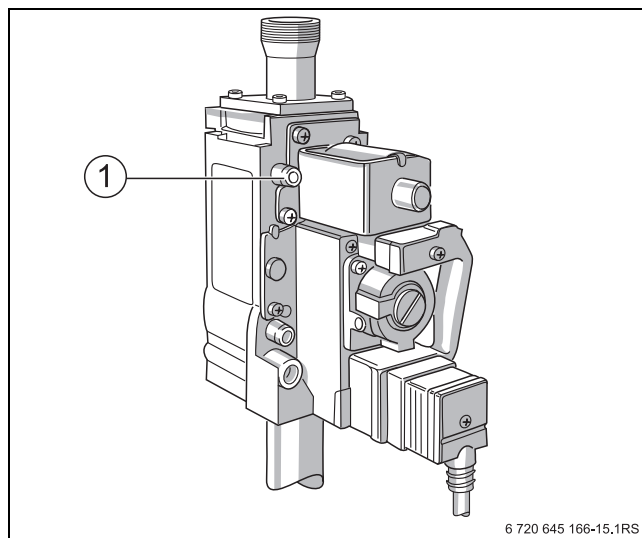

Рис. 67 Удаление воздуха из газопровода
- ▶ Снимите измерительный шланг и заверните запорный винт измерительного штуцера (→ рис. 67 [1]).